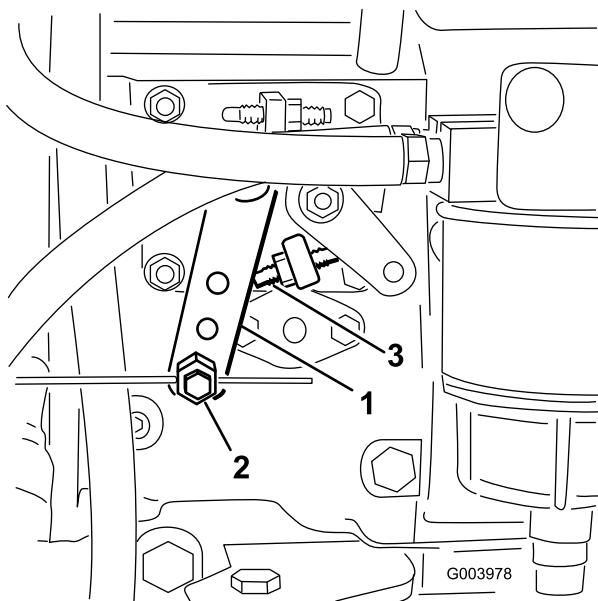

**Bild 62**
2. Lockern Sie den Anschluss des Bowdenzugs am Arm der Einspritzpumpe (Bild 62).